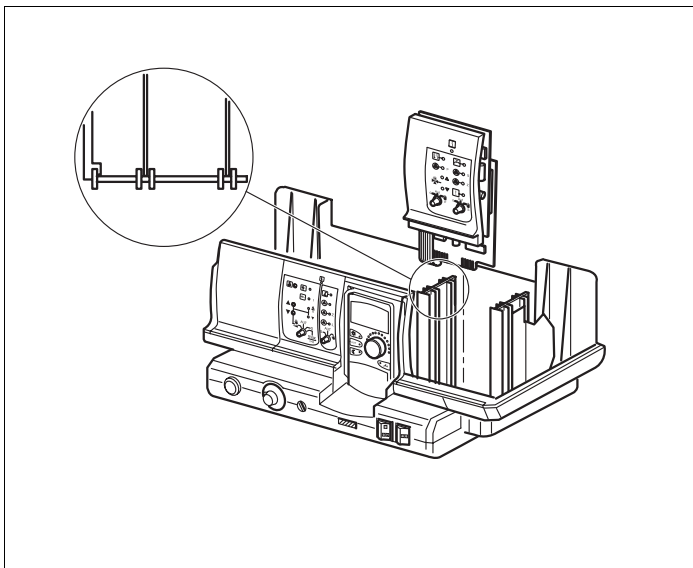

Bild 15 Modul Ein- und Ausbau
- Neues Modul durch Drücken auf die Fühlerleiste in den freien Steckplatz von oben einschieben (→ Bild 15), bis es merklich einrastet.
- Neues Modul durch Drücken auf die Fühlerleiste in den freien Steckplatz von oben einschieben (→ Bild 15, Seite 26), bis es merklich einrastet.